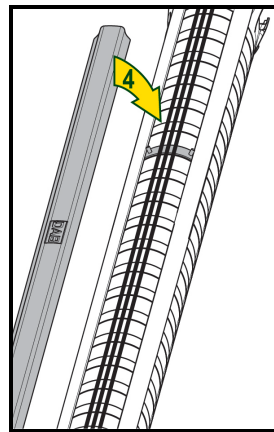

Рис.2
2. Положите кабели двигателя (Рис. 2).
3. Закройте сверху кабели кабель-каналом (Рис. 2).